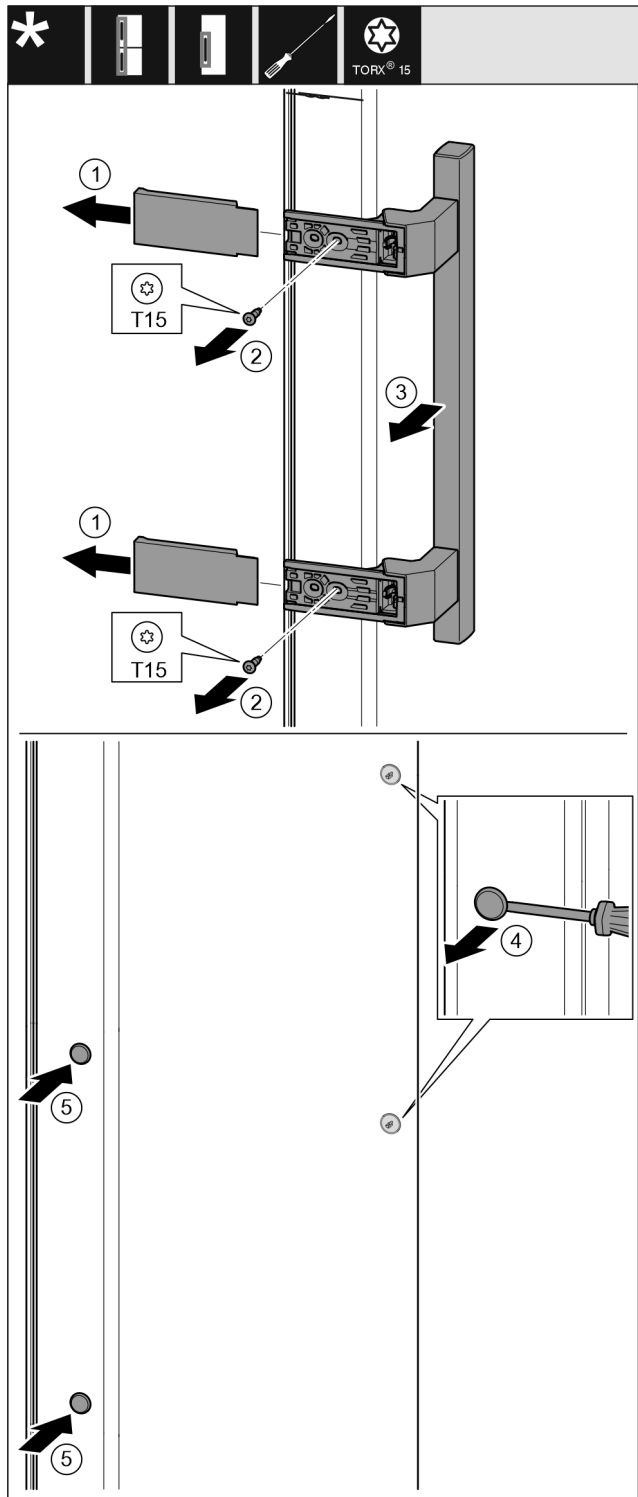

Fig. 20
- Dra bort skyddet. *Fig. 20 (1)*
- Skruva ut skruvarna med en skruvmejsel T15. *Fig. 20 (2)*
- Ta bort handtaget. *Fig. 20 (3)*
- Bänd försiktigt upp pluggarna på sidan med en spårskruvmejsel och dra ut dem. *Fig. 20 (4)*
- Sätt in pluggarna på andra sidan igen. *Fig. 20 (5)*